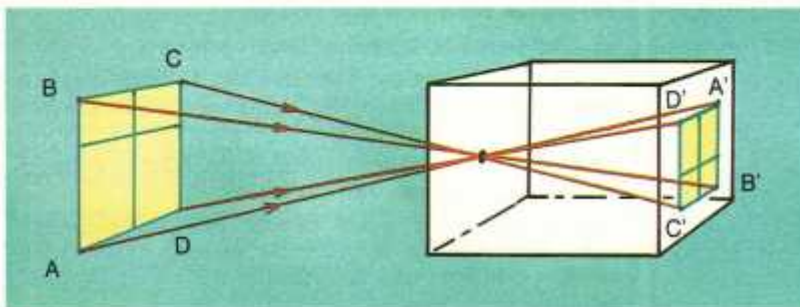

Fig. 3. Interprétation par l'utilisation de rayons lumineux.
- La figure 3 montre l'inversion de l'image.